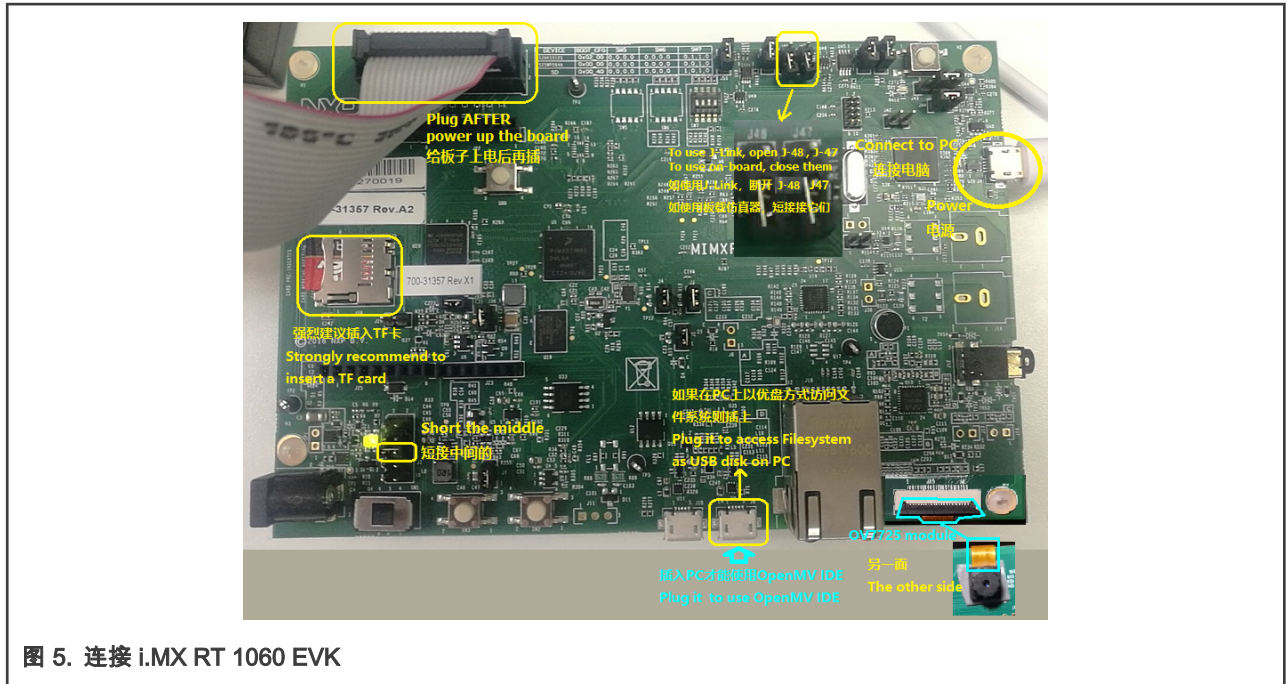

图 5. 连接 i.MX RT 1060 EVK
2. 按图 5 所示连接 i.MX RT1060 EVK 开发板。